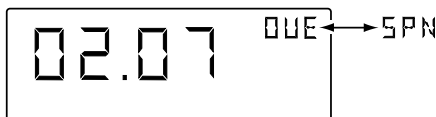

Figura B-9 SPN
- 2) Pressione e segure o Botão Um () para entrar no modo SPAN (Gás de referência) para ajustar a data exibida. O modo SPAN (Gás de referência) é indicado pela data de VENCIMENTO alternando com SPN como mostrado na Fig. B-9.